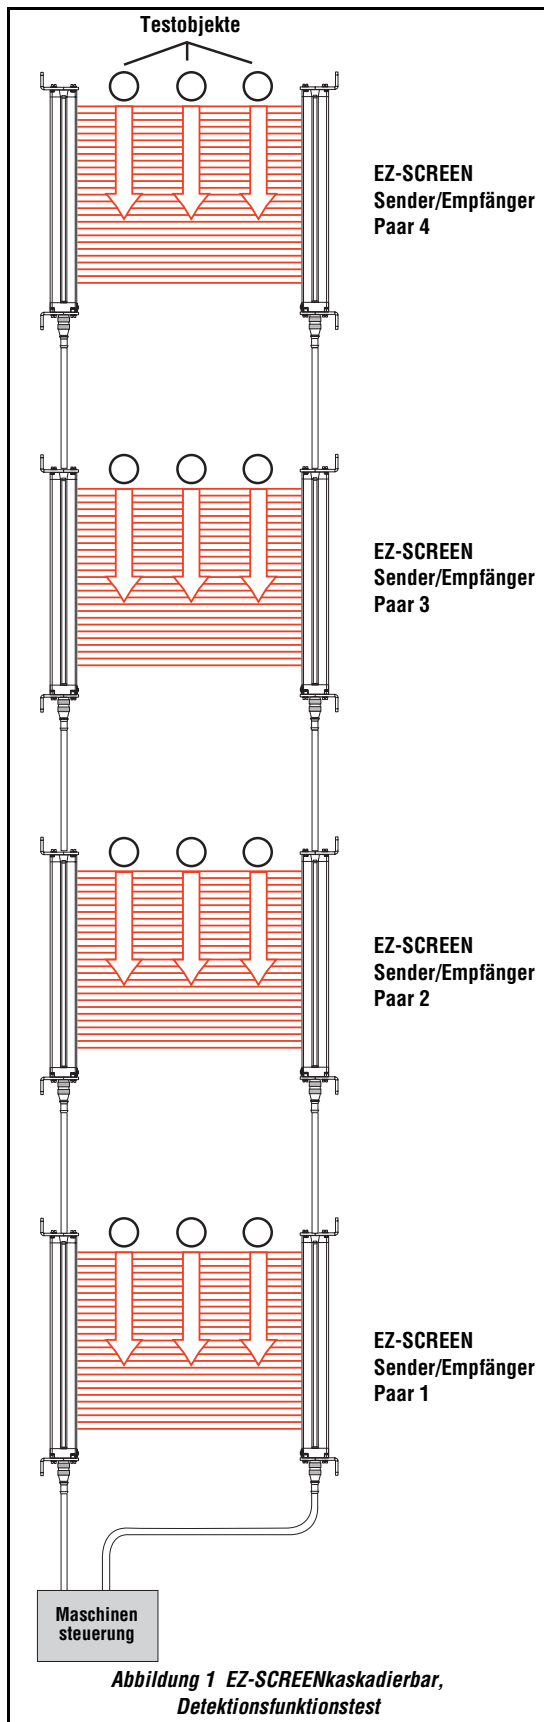

Abbildung 1 EZ-SCREENkaskadierbar, Detektionsfunktionstest
3) Führen Sie das spezifizierte Testobjekt mit überwachter Maschine im Stillstand an drei separaten Stellen durch das Schutzfeld: neben dem Sender, neben dem Empfänger und in der Mitte zwischen Sender und Empfänger (**Abbildung 1 auf Seite 3**). □